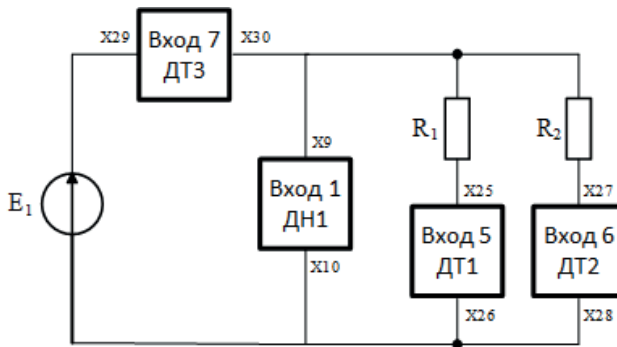

Рис.2
3.4. Собрать электрическую цепь с параллельным соединением резисторов (рис. 2). Для измерения тока использовать входы 5, 6, 7 модуля ввода-вывода (гнезда X25 и X26, X27 и X28, X29 и X30, соответственно). Для измерения напряжения  $U$  использовать вход 1 модуля ввода-вывода на пределе 30 В (гнезда X9 и X10). Представить схему для проверки преподавателю.